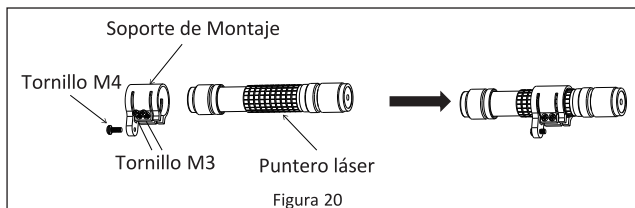

Figura 20
1. Instala el soporte de montaje del láser en el láser aflojando los tornillos M3 y deslizando el soporte desde la parte posterior hacia el centro. Asegúrate de que el orificio para tornillo M4 esté orientado hacia la parte posterior del láser. Luego, aprieta los tornillos M3. **Ver Figura 20.**